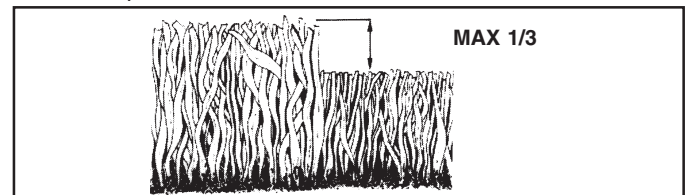

FIG. 9
- Pour les meilleurs résultats, ajustez la hauteur de coupe de tondeuse afin que la tondeuse coupe seulement le tiers du haut de l'herbe (Voyez la Fig. 9). Pour les conditions de broyer de l'herbe très difficiles, réduisez votre largeur de la coupe sur chaque passage et tondez lentement.